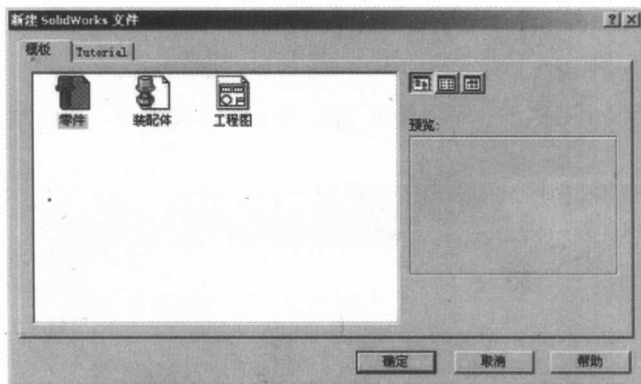

图1.6
(2) 在出现的新建文件对话框中，选中“零件”模板，如图 1.6 所示。单击 **确定**，新建一个零件文件。